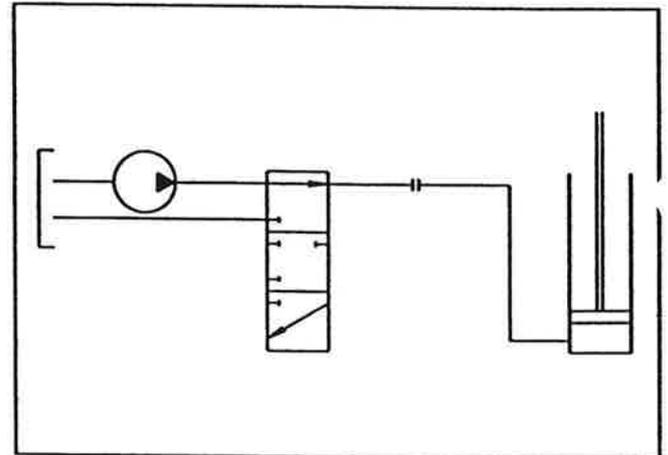

Fig. 22
- Fig. 22 : Hydraulisches Diagramm für die Bremse/Schutzvorrichtung.